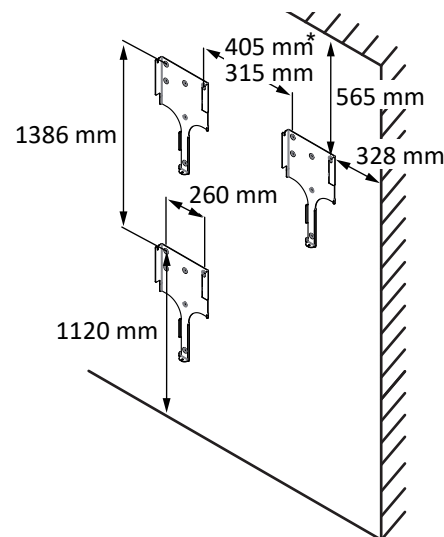

Abb. 13: Position Wandhalterung / Aufhängung
- Mindestabstände bei der Montage: [Siehe Abbildung 13 [► Seite 18]]